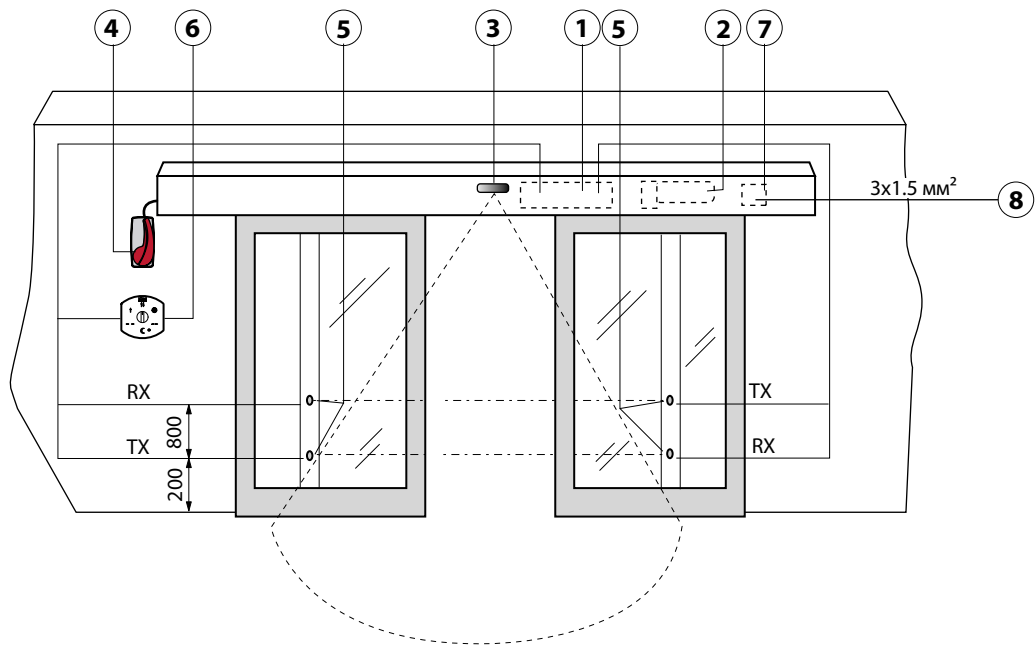

Рис. 1
2.1 Обозначение на схеме стандартной установки (рис. 1)